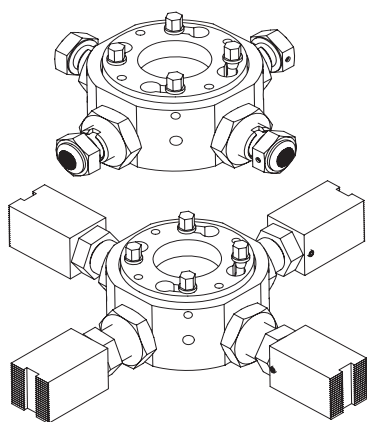

Figura 10: Disposizioni di serraggio
4. Avvitare le staffe di regolazione sulla base dell'anello di regolazione MMI2425 e, utilizzando quattro bulloni MMI 2109, fissare l'anello di regolazione alla base, assicurandosi che le staffe si sovrappongano alla dimensione del foro di almeno 25 mm [1,0"]. Fare riferimento alla Figura 10.